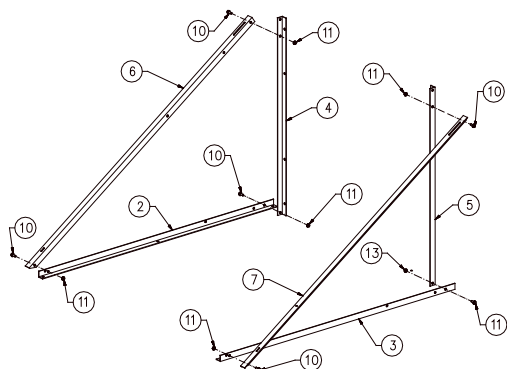

figura 6.6
2. Fijar las barras inclinadas ix. (6) y dx. (7) en los montantes correspondientes ix (punto 4) y dx (5), utilizando los tornillos (10) y las tuercas (11), como se indica en la figura 6.6 y regular la inclinación de la estructura cambiando los orificios de fijación en los perfiles base como se indica en las figuras 6.7, 6.8 y 6.9. La inclinación deberá configurarse según la tipología de uso de la instalación solar (ver capítulo "Inclinación de los paneles"). Si la inclinación equivale a 30° , será necesario alinear los dos montantes verticales 5 y 6.